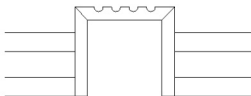

图 5.81 绘制凹槽
(8) 删除所有辅助线，并启动【修剪】命令，将图形修剪至如图 5.81 所示。